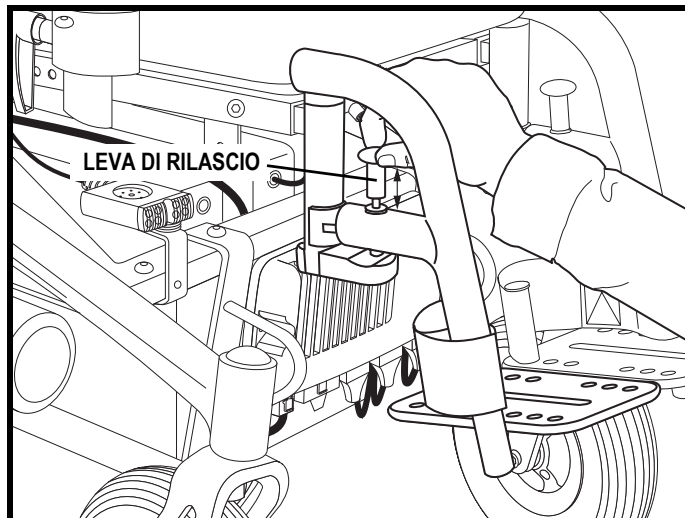

Figura 19. Pedane elevabili manuali
1. Spingere lateralmente la leva di rilascio. **Vedere figura 19.**